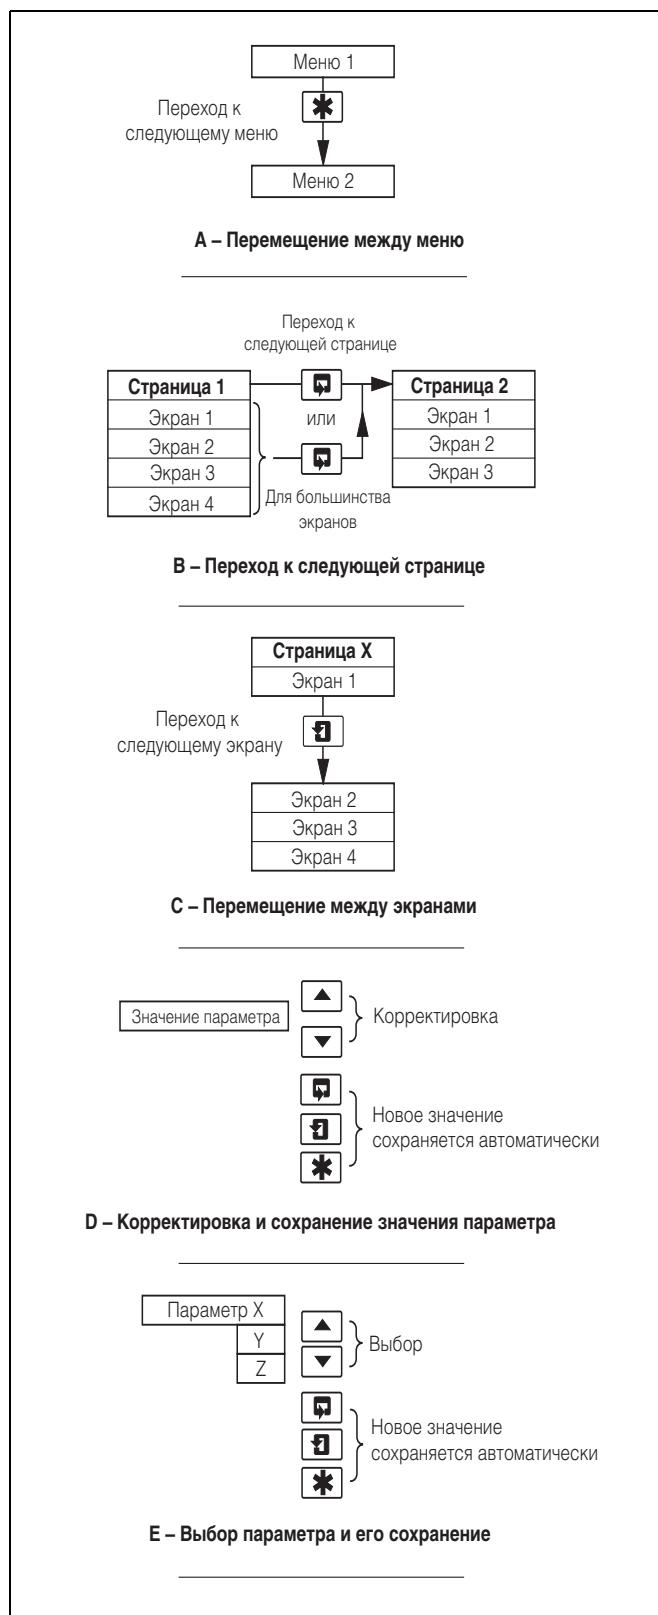

Рис. 2.2 Назначение мембранных клавиш
2.2.1 Назначение мембранных клавиш – Рис. 2.2